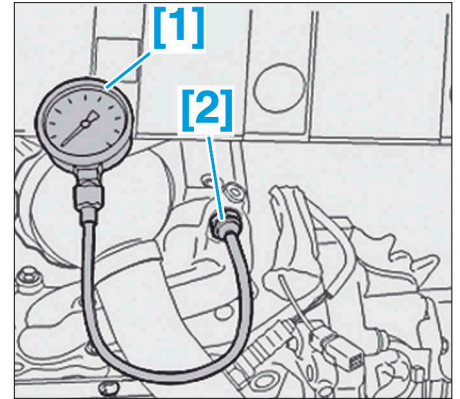

FIG. 10
- Brancher l'outil [1], muni de l'outil [2] en lieu et place du manocontact (Fig.10).